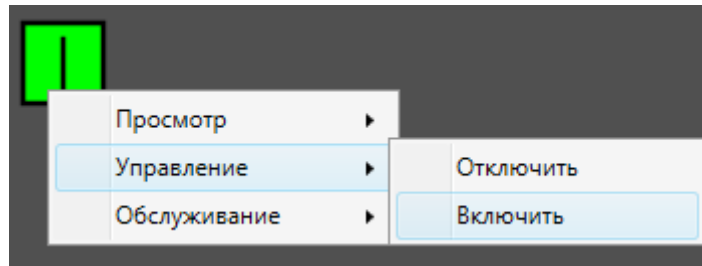

Рисунок 87 – Контекстное меню
- отображается в виде раскрывающегося пункта контекстного меню (рисунок 87).